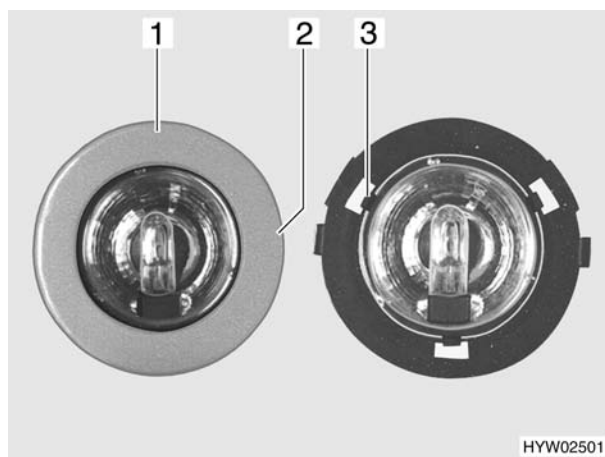

Fig. 211 Lampada alogena
- Girare lentamente il diaframma (Fig. 211,1) finché il nasello (Fig. 211,2) dell'involucro non si arresta a scatto nella scanalatura sottostante del diaframma.
- 3 graffe (Fig. 211,3) tengono ferma la lastra di vetro della lampada alogena nell'involucro. Spingere di lato una delle 3 graffe.